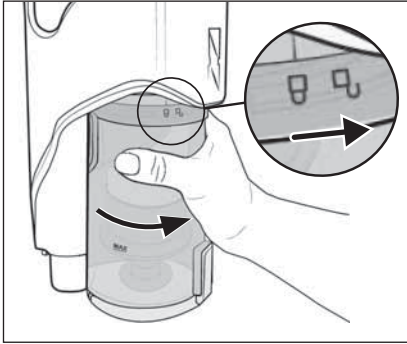

Fig. 23
- 8) Vuelva a colocar el depósito de polvo **6** en el aparato y gírelo hacia el símbolo  (cerrar) hasta que quede firmemente montado en el aparato (consulte la fig. 23).